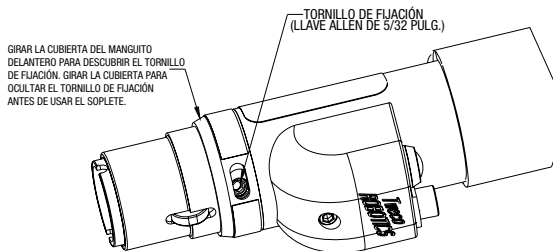

Figura 3-1: Tornillo de Fijación del Tubo Conductor
3. Girar la cubierta del manguito delantero para descubrir el tornillo de fijación de acero inoxidable ubicado en el conjunto del bloque del soplete. Insertar la llave Allen con mango en T de 5/32 pulgadas provista por la fábrica en el tornillo de fijación y girarlo a la izquierda hasta que tope, como se muestra en la Figura 3-1.